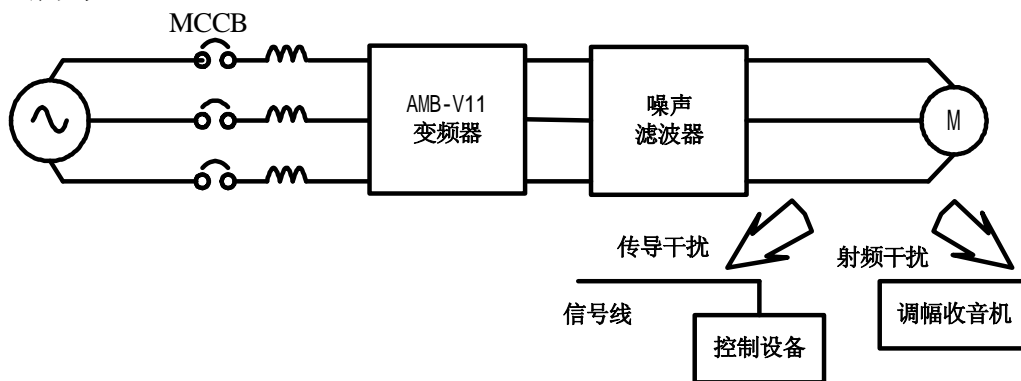

图 3-6 输出侧噪声滤波器的安装
**射频干扰：**变频器本身及电缆发射的高频电磁波，会对附近的无线电设备产生干扰，使其在受信过程中发出噪声。输出侧安装噪声滤波器如图 3-6 所示。